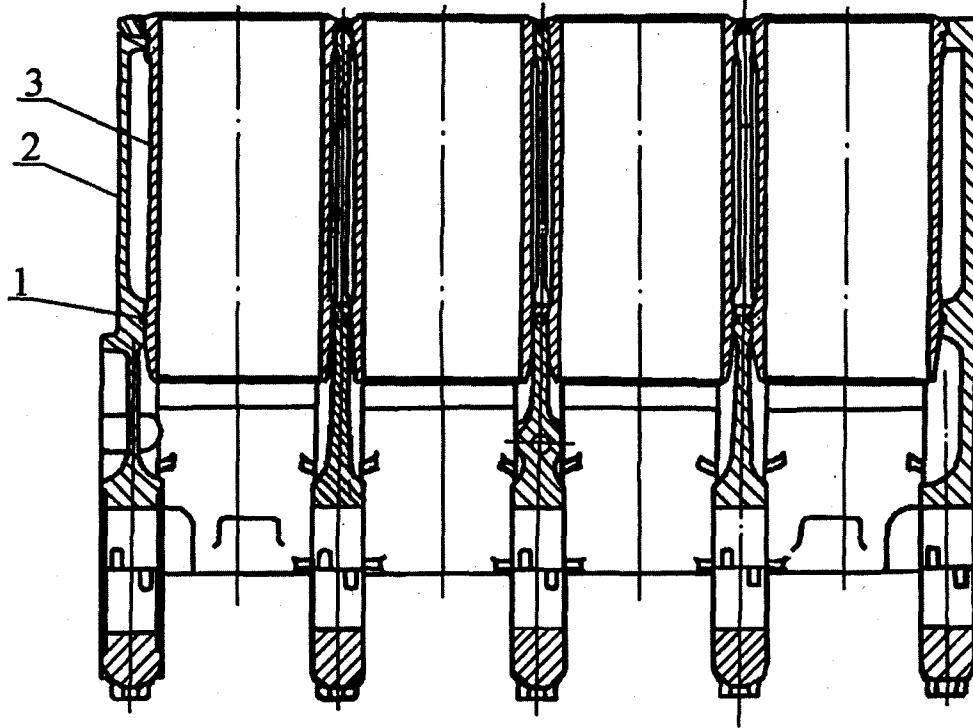

Рис. 11 - Установка гильз цилиндров
3. Обдувать блок сжатым воздухом, установить гильзы 3 (рис. 11) в блок 2 без уплотнительных колец и проверить легкость проворачивания их в посадочных пойсках. Гильза должна легко проворачиваться в блоке.